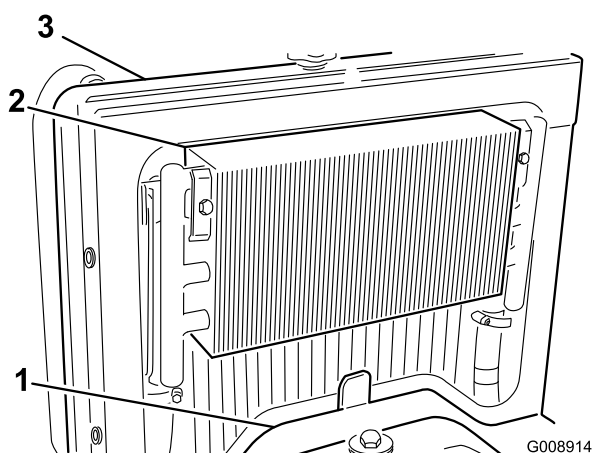

Figura 69
3. Retire o painel de acesso (Figura 69).